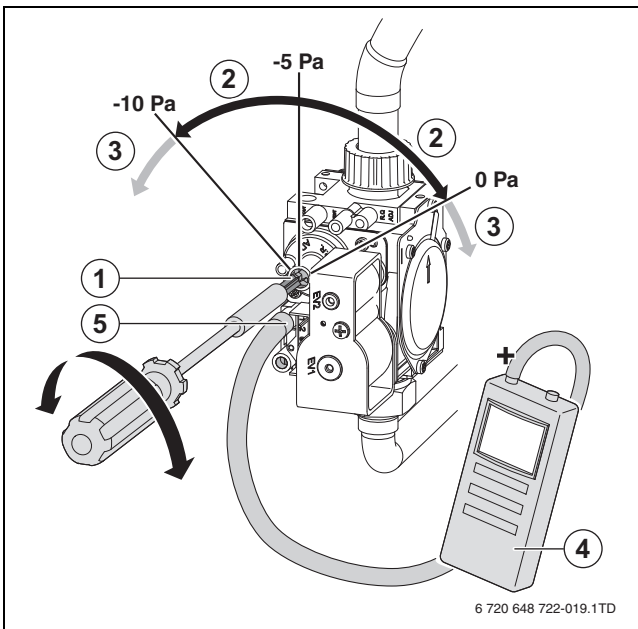

Bild 49 Gas-Luftverhältnis einstellen
- ▶ Bei einer Abweichung muss das Gas-Luftverhältnis nachgeregelt werden (→ Bild 49).